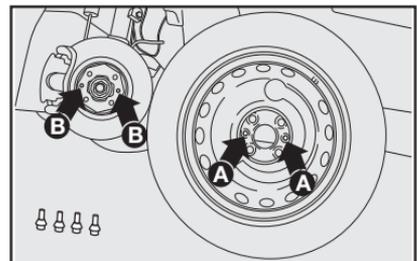

fig. 9
- Monte la rueda de repuesto, de manera que los tornillos **B-fig. 9** coincidan con los orificios **A-fig. 9**.